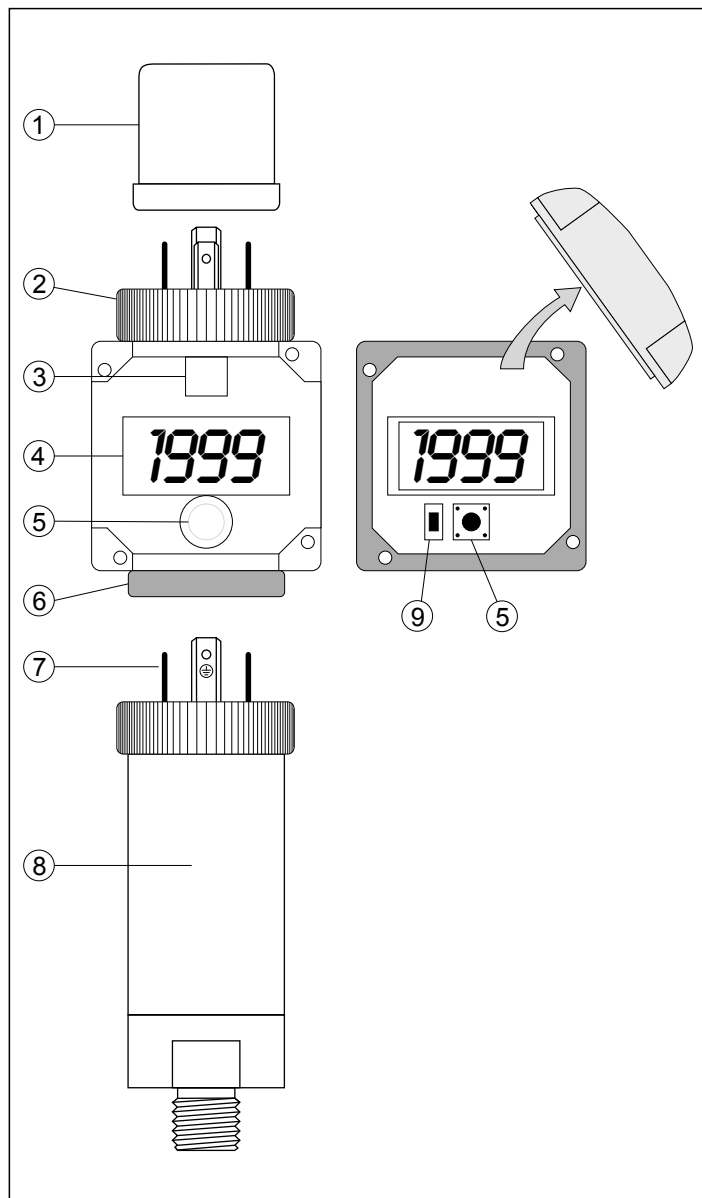

Fig.1
La fig. 1 describe la configuración típica: el visualizador se encuentra situado entre el transmisor (8) y el conector suelto hembra DIN43650 (1).
La presión de la tecla externa (5) (véase la fig. 1) permite visualizar, en sucesión, los valores máximo, mínimo y medio de las medidas registradas desde la última puesta a cero (función Record) y el tiempo transcurrido desde el último reset (función Timer).
Para la programación del visualizador es necesario acceder a la tecla interna: desatornille los cuatro tornillos situados en los ángulos del marco del visualizador. La tecla interna (INT) está representada en la fig. 1 con el número (9), la externa (EXT) con el número (5).